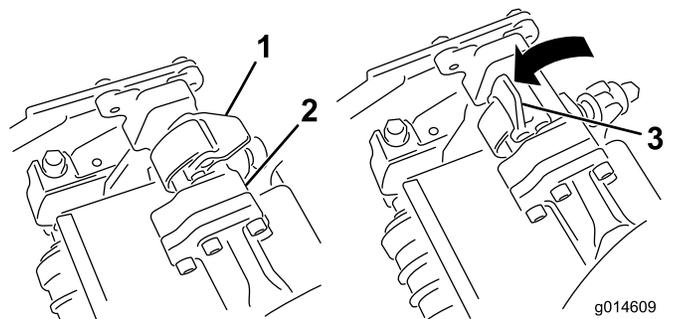
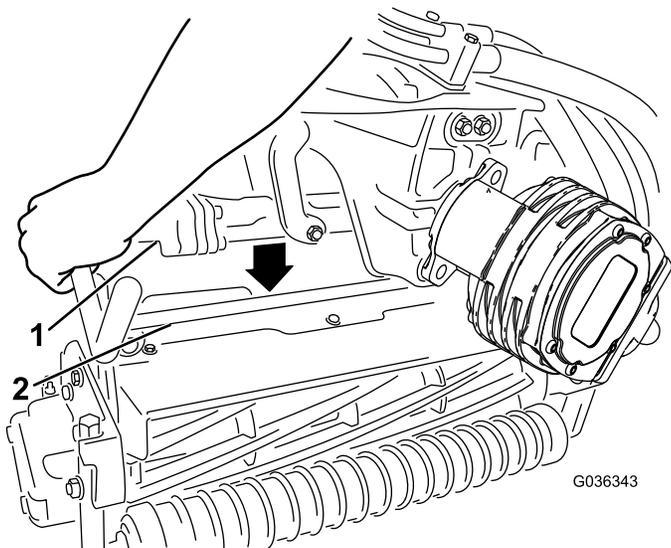

図 51
図 52
4. サスペンションアームのバーについてのラッチを上向き開いた状態にして 図 51、サスペンションアームを押し下げて、バーを、カッピングユニットのバーの上に被せるようにする 図 52。
- ラッチを下げて閉じるとカuttingユニットのバーがロックされてユニットがアームにセットされる 図 51。
5. 取り外したいCuttingユニットのサスペンションアームのバーについているラッチを開く 図 51。